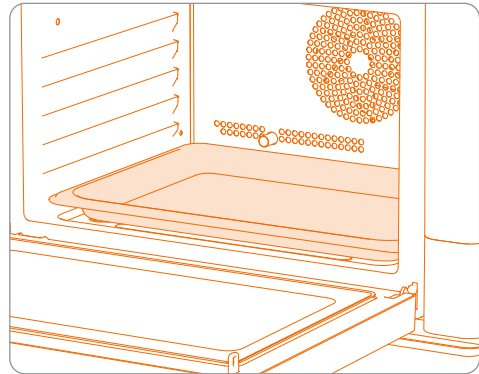

Abbildung 2: Positionierung der Schale während der Entkalkung
1. Entfernen Sie alles Zubehör. Stellen Sie die feste Schale auf den Boden des Garraums, so dass der Entkalkungsablauf über den Rand der Schale hinausragt, um Flüssigkeiten aufzufangen. Siehe Abb. 2.